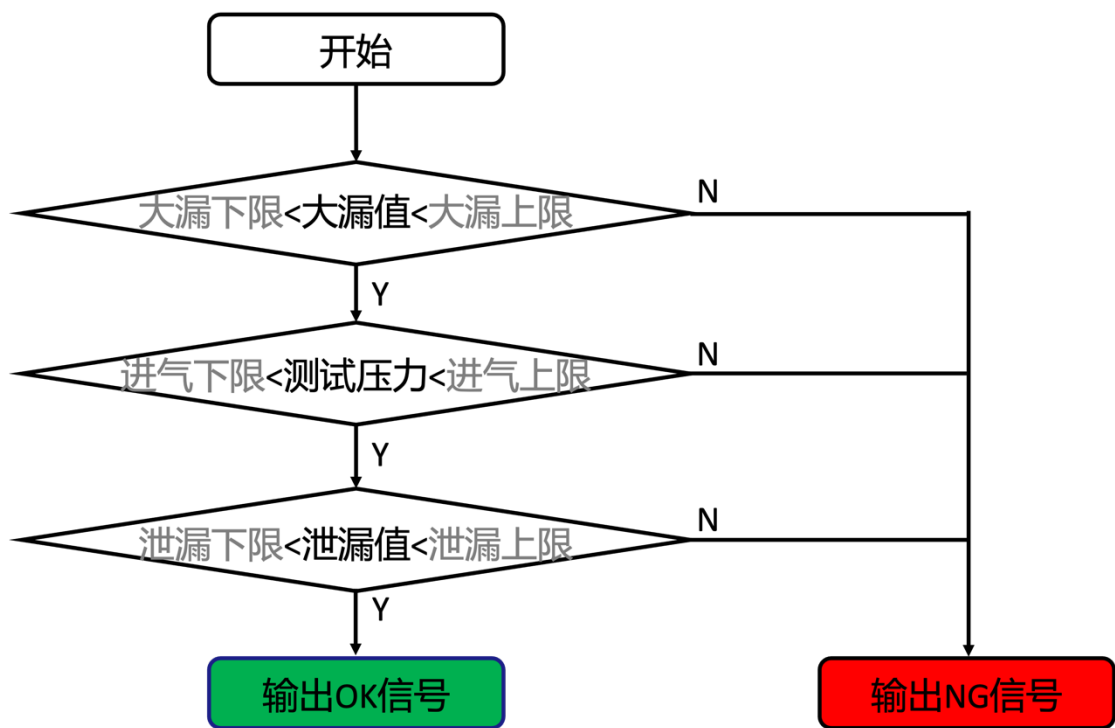

图 4-5 正压成品测试判断逻辑图
第二步分压：仪器打开阀 Y3，让压缩空气进入产品和模腔之间，分压结束后记录压力值 P5，仪器依据初始仪器内部体积和 P4/P5 压力值，可以计算出外侧管路和模腔之间的体积（运用了公式③理想气体状态方程），如果计算出的大漏值（体积）在大漏上下限之间，则仪器继续进行下一步测试，如果不再大漏上下限之间，仪器会报“产品大漏”，然后停止测试，并输出 NG 信号，详见图 4-5 正压成品测试判断逻辑图。
第二步分压：仪器关闭阀 Y6,打开 Y3，让压缩空气进入产品和模腔之间，分压结束后记录压力值 P5，依据初始仪器内部体积和 P4/P5 压力值，可以计算出外侧管路和模腔之间的体积（运用了公式③理想气体状态方程），如果计算出的大漏值（体积）在大漏上下限之间，则仪器继续进行下一步测试，如果不再大漏上下限之间，仪器会报“产品大漏”，然后停止测试，并输出 NG 信号，详见图 4-5 正压成品测试判断逻辑图。